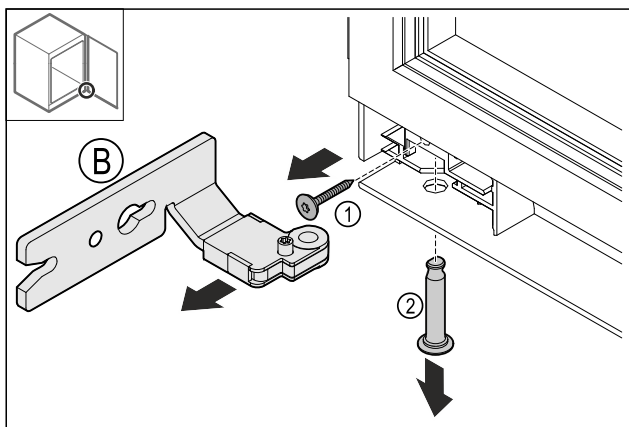

Fig. 15
- ▶ Зніміть гвинт Fig. 15 (1).
- ▶ Зніміть палець Fig. 15 (2).
- ▶ Зніміть петлю Fig. 15 (B).